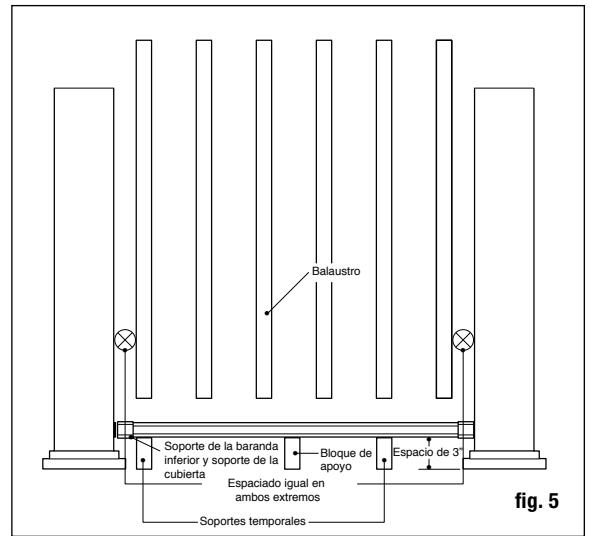

fig. 5
Paso 6 Mida la distancia entre las coberturas de poste instaladas para determinar la longitud de los barandales superior e inferior. Posicione el barandal inferior al lado de los postes y ajústelo de modo que la distancia entre el primer agujero de balaustre y el poste sea mayor a 5.1 cm (2 pulg.) e igual en ambos extremos (consulte la fig. 5). Marque el barandal. Corte el barandal inferior. Corte el barandal superior con el mismo espaciamiento y longitud.
Paso 10 Coloque las cubiertas de soportes del barandal lineal y los soportes lineales en los extremos del barandal superior. Posicione el barandal superior colocando los balaustres dentro de los orificios taladrados mientras trabaja de un extremo a otro. Revise el nivel del barandal. Usando el soporte lineal como guía, marque las posiciones de los tornillos en la cobertura del poste y en el barandal en ambos extremos. Pretaladre agujeros guía de .32 cm (1/8 pulg.) a través de la cobertura de poste y del barandal. Sujete el soporte lineal a la cobertura del poste usando los tornillos cuadrados de cabeza cilíndrica #8 - 15 x 2" - #2 y luego sujeté el soporte lineal al barandal usando tornillos cuadrados autorroscantes de cabeza cilíndrica #10-16 x ¾" - #2 (fig. 5).